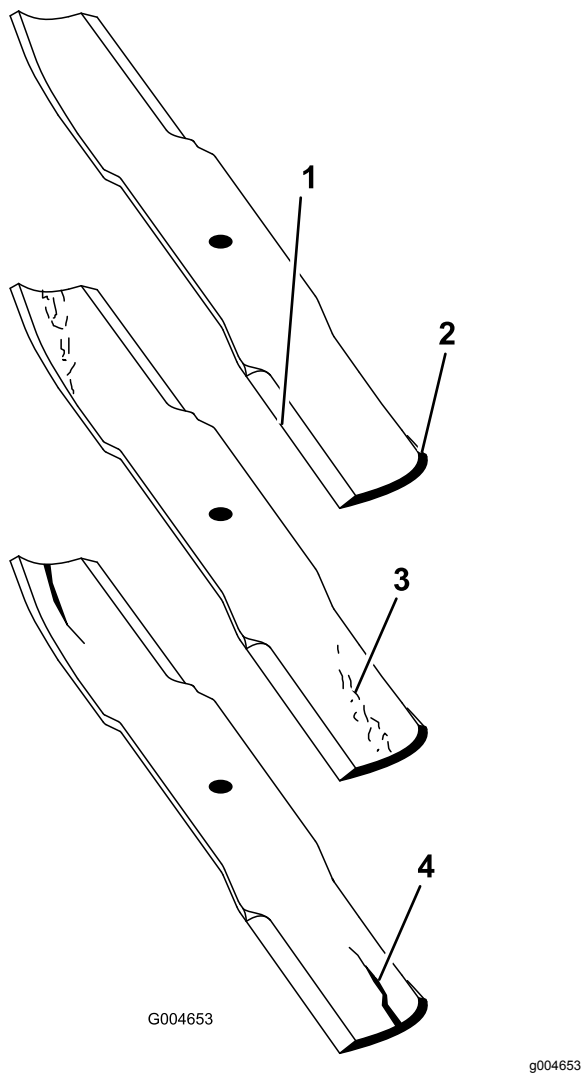

Figura 30
2. Verificate accuratamente i taglienti, con particolare attenzione ai punti d'incontro delle sezioni piatta e curva della lama (Figura 30).
Nota: Sabbia e materiali abrasivi possono consumare il metallo che connette le sezioni piatta e curva della lama, per cui si consiglia di controllare la lama prima di usare il tosaerba. Se notate dell'usura (Figura 30), sostituite la lama.